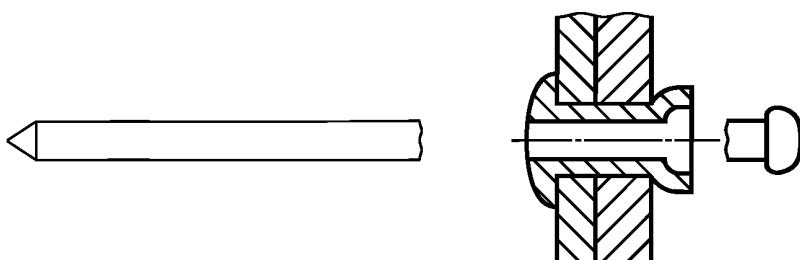

Рисунок 6 — Сердечник с отрывающейся головкой
**2.2.1.3 сердечник с отрывающейся головкой (break head mandrel):** После установки заклепки сердечник разрывается в месте соединения его головки и хвостовика, при этом и хвостовик, и головка сердечника выпадают из корпуса заклепки (рисунок 6).